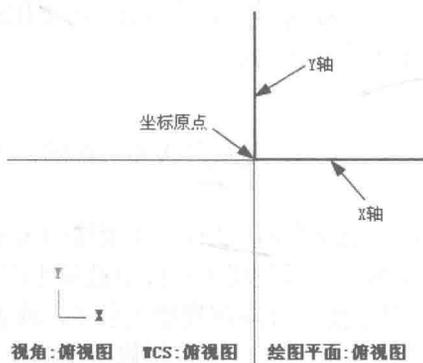

图 1-4 启动 Mastercam X6
1) 启动 Mastercam。启动 Mastercam X6, 按 F9 键, 显示坐标系, 结果如图 1-4 所示。